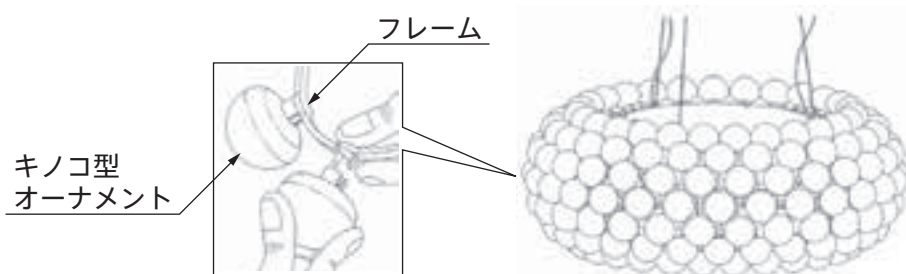

図4
11. 必要であれば、ワイヤーを動かして、本体のバランスを調整してください。(図4)
11. 必要であれば、再度ワイヤーの長さを調整し、本体のバランスを調整してください。（図4）